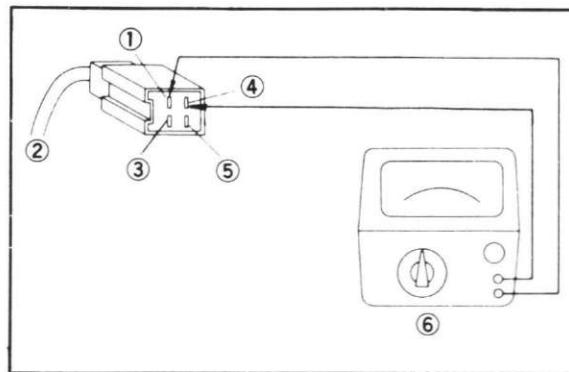

Fig. 6-1-16
h. For resistance test No. 4, hook the two ohmmeter probes to the brown wire and green wire. (Fig. 6-1-16)
h. Essai No. 4: raccorder les sondes de l'ohmmètre aux fils brun et vert. (Fig. 6-1-16)
h. Für die Widerstandsprüfung Nr. 4 sind die zwei Anschlüsse des Ohmmeters mit dem braunen und grünen Draht zu verbinden. (Abb. 6-1-16)